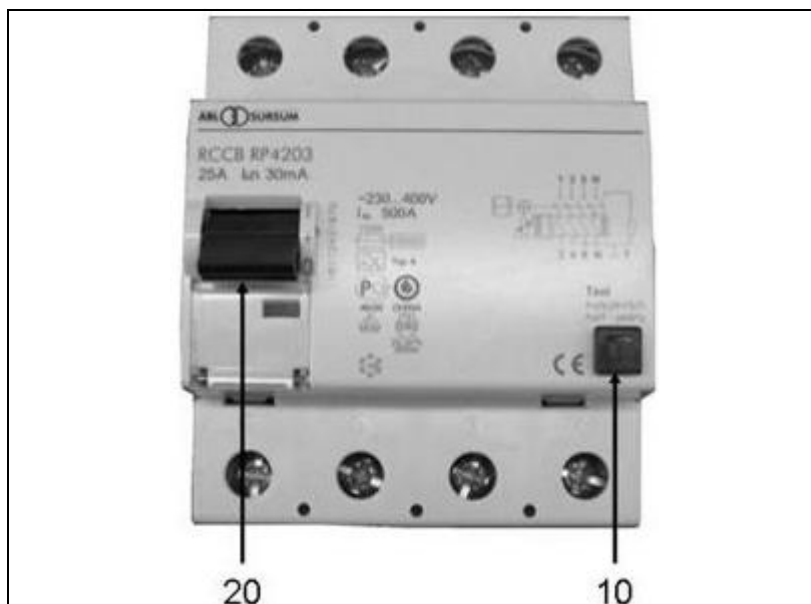

Abb. 5-2: FI- Schutzschalter
2. Zusätzlich ist durch den Benutzer arbeitstäglich durch Betätigen der Prüftaste (siehe Abb. 5-2-(10)) der Fehlerstrom-Schutzeinrichtung (RCD) die mechanische Funktion der Auslösung zu prüfen.
2. Schutzschalter (siehe Abb. 5-2-(20)) in Pos-1 bringen.
3. Testschalter (siehe Abb. 5-2-(10)) betätigen.
- ✓ Die Position des Schalters (siehe Abb. 5-2-(20)) zeigt das Ergebnis an: